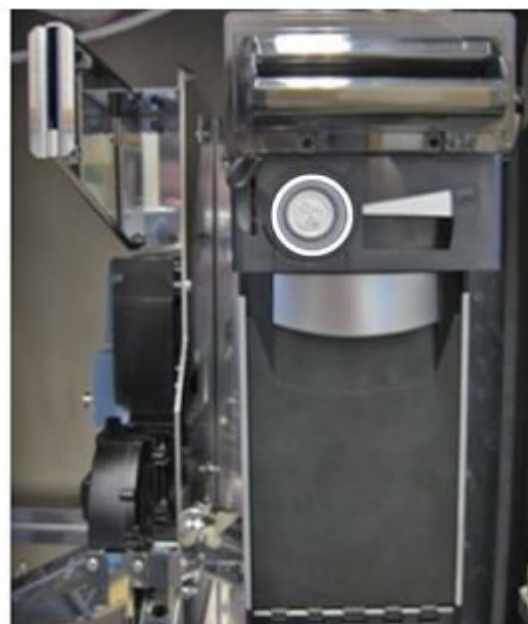

Bild 73
- Entriegeln Sie ggf. das Schloss des Banknotenlesers (siehe, Bild 73).